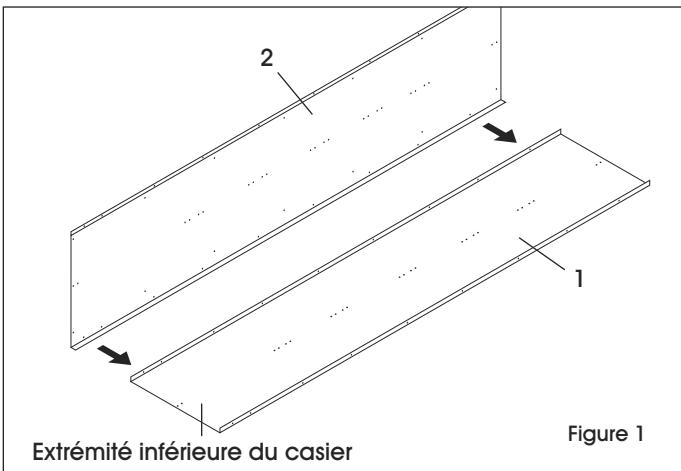

Figure 1
1. Placez l'arrière (1) sur une surface plane protégée, brides vers le haut.
2. Boulonnez le côté (2) à l'arrière (1) de façon à ce que la bride latérale s'ajuste autour de la partie arrière (utilisez 8 boulons et écrous, écrous du côté intérieur). N'utilisez pas les 2 trous du bas; ils serviront à fixer les pattes à l'étape 8. (Voir Figure 1)